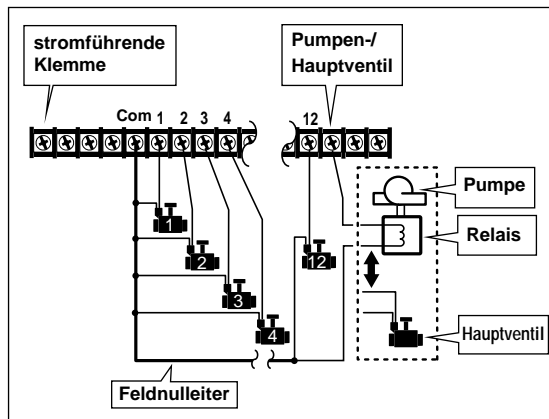

Abbildung 8 - Schaltdiagramm für den Anschluß der Feldkabel
- Um einen Feldnullleiter herzustellen, das weiße Kabel an einem der beiden Kabel jede Regnermagnetventils und an einem der beiden Kabel des (auf Wunsch erhältlichen) Pumpenstartrelais oder Hauptventils anschließen. Siehe **Abbildung 8**.